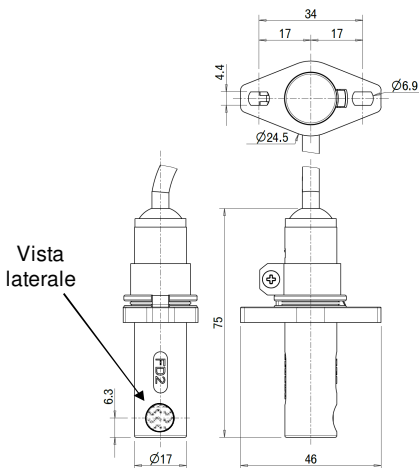

Figura 2
- ▶2: Vista laterale (figura 2)